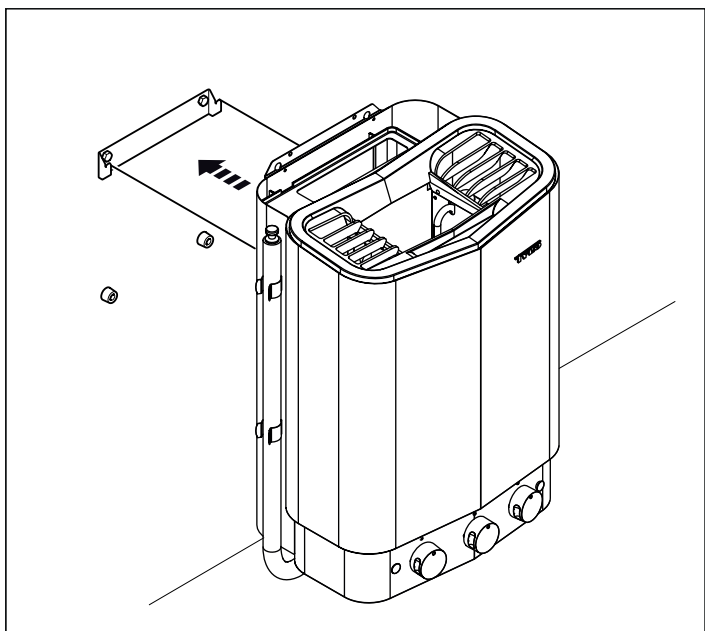

Figure 11 : suspension du poêle.
9. Suspendez le poêle sur le support (voir Figure 11).